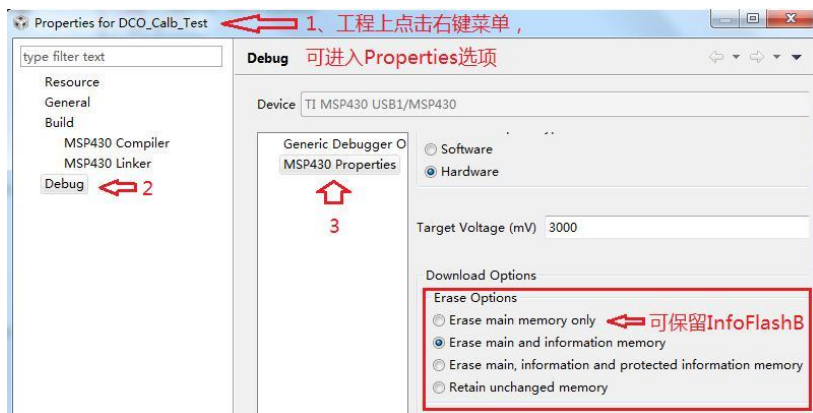

图 22.5 CCS 工程默认的擦写选项
- 1) 通过每个工程的右键菜单进入 Properties 的 Debug 选项，再选择 MSP430 Properties 就可得到图 22.5 所示的界面。